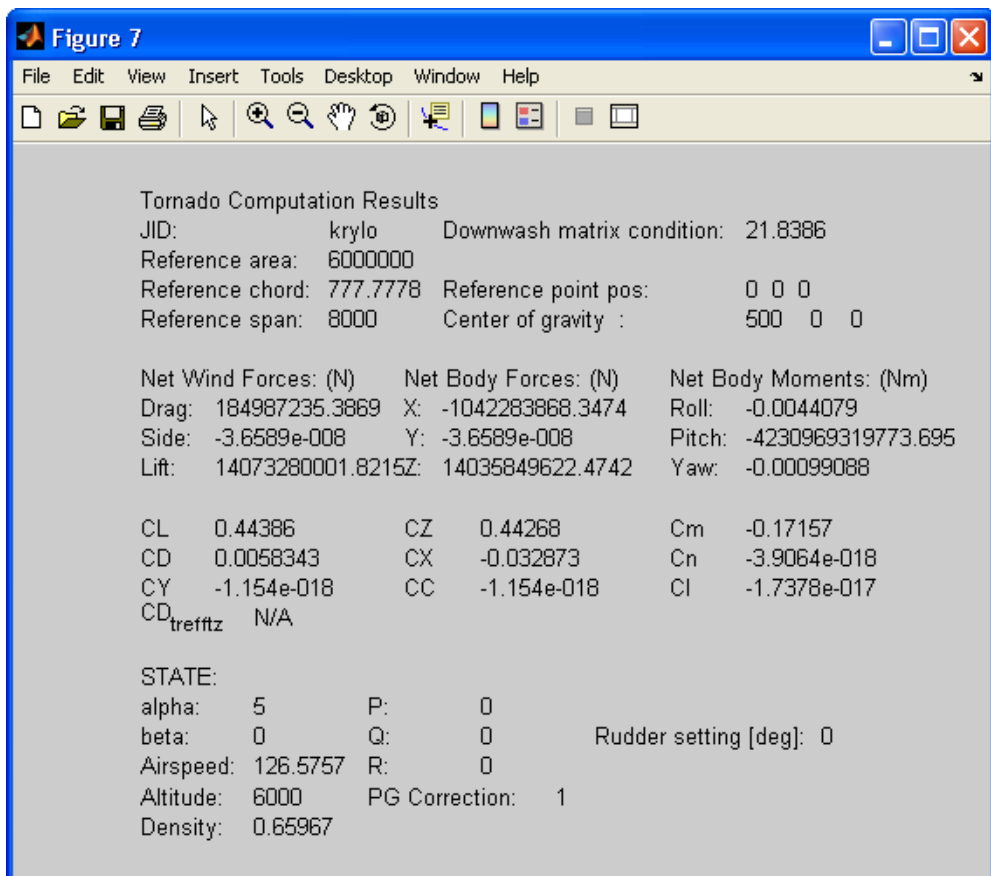

Рисунок 1.15 - Таблица значений основных показателей
4. Таблица значений основных показателей: подъёмная сила, коэффициенты сопротивления и подъёмной силы и т.д. (см. Рисунок 1.15).